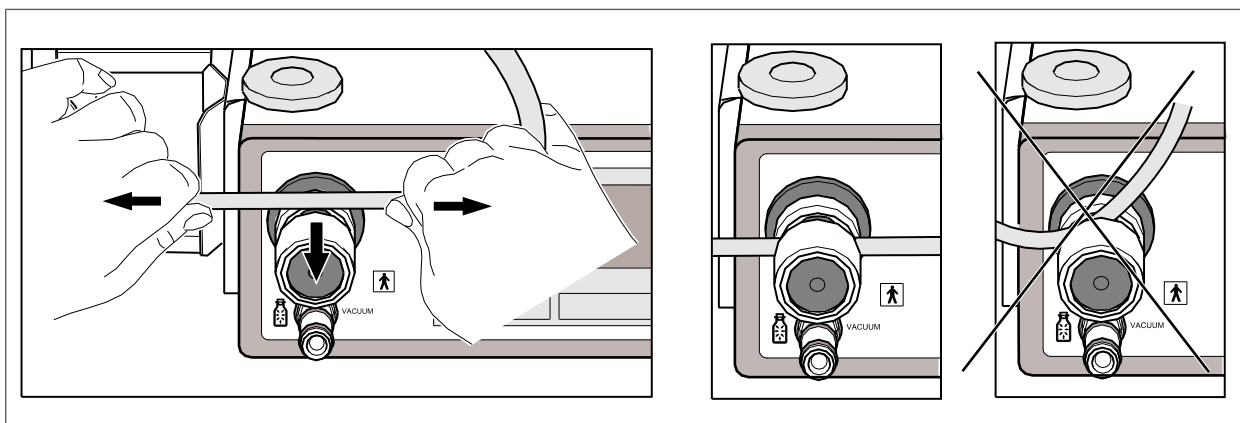

Fig. 8
- ◇ Strekk sugeslangen noe og legg den fullstendig (vannrett) inn i slange-klemventilen (fig. 8).